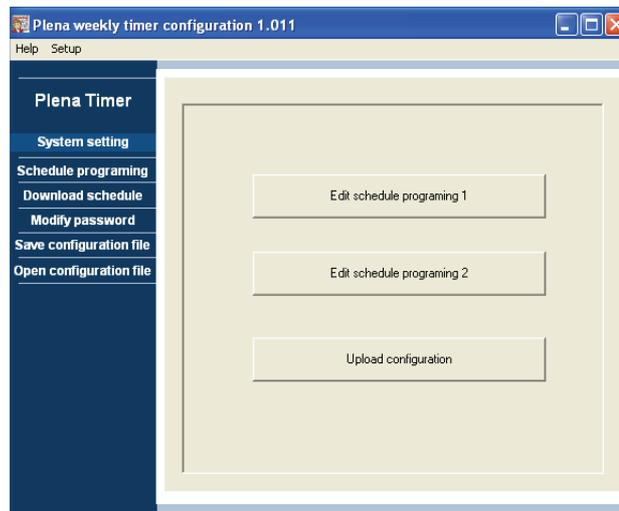

Abbildung 8.14: Schaltflächen für Programmierung und Hochladen
- 1 Klicken Sie vom Hauptmenü aus auf die Schaltfläche Schedule programming. Daraufhin erscheint das folgende Fenster (siehe Abbildung 8.14).